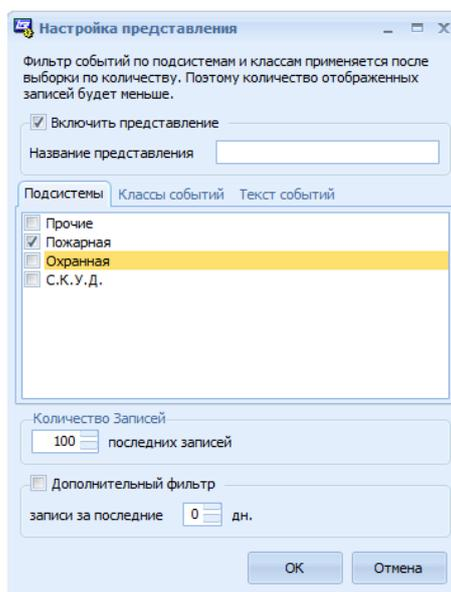
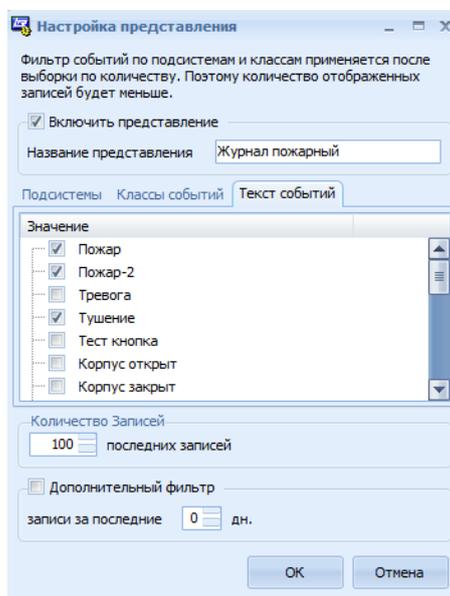

Рисунок 15.2 Окно «Настройка представления», закладка Подсистемы
Рисунок 15.4 Окно «Настройка представления», закладка Текст событий
- 2) В открывшемся окне в поле **Название представления** указать имя создаваемого журнала, под закладками **Подсистемы** и **Классы событий** отметить необходимые для включения в журнал позиции (Рисунок 15.2, 15.3). Под закладкой **Текст событий** нужно указать название событий, которые следует включить в журнал (Рисунок 15.4). Также имеется возможность задания количества последних записей журнала и настройки количества последних дней, за которые будут отображаться события.